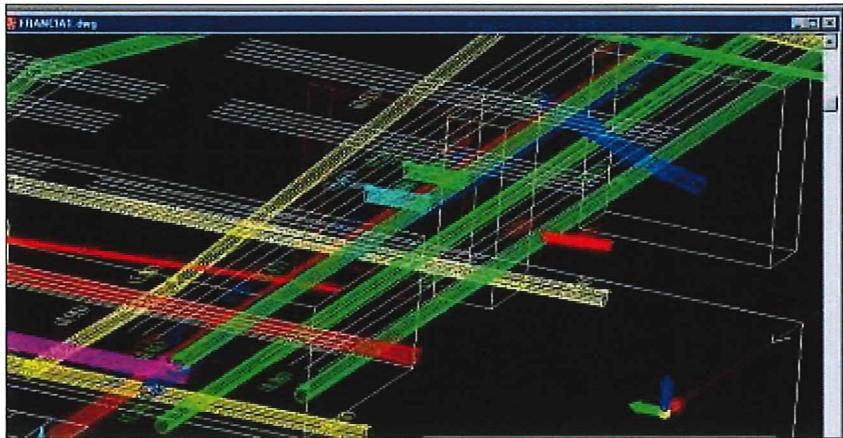

Fig. 6.7 – 鉄線モードでの 3D 画像
9. **Unshade 3D Objects** により、いわゆる“鉄線”画像内の 3D エLEMENTを見ることができる (Fig. 6.7)。